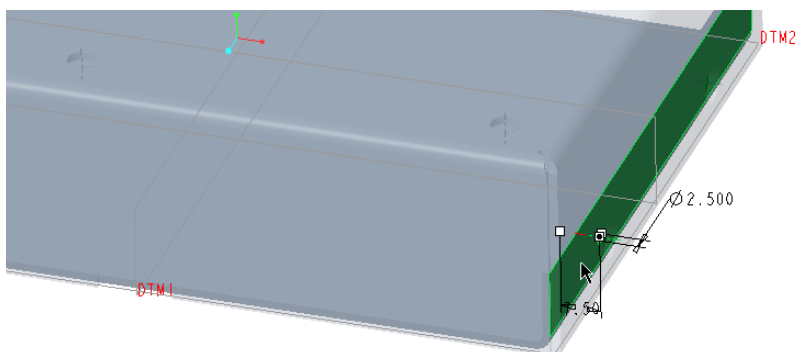

图 7-45 指定另一个放置参考
(4) 按住〈Ctrl〉键选择图 7-45 所示的 bc_s7_2.prt 零件钣金面(鼠标光标所指，注意在单击选择此钣金面之前需要单击鼠标右键在当前鼠标光标下的各面对象之间切换，直到遍历切换至所需的钣金面时再单击以选中它)作为另一个放置参考。